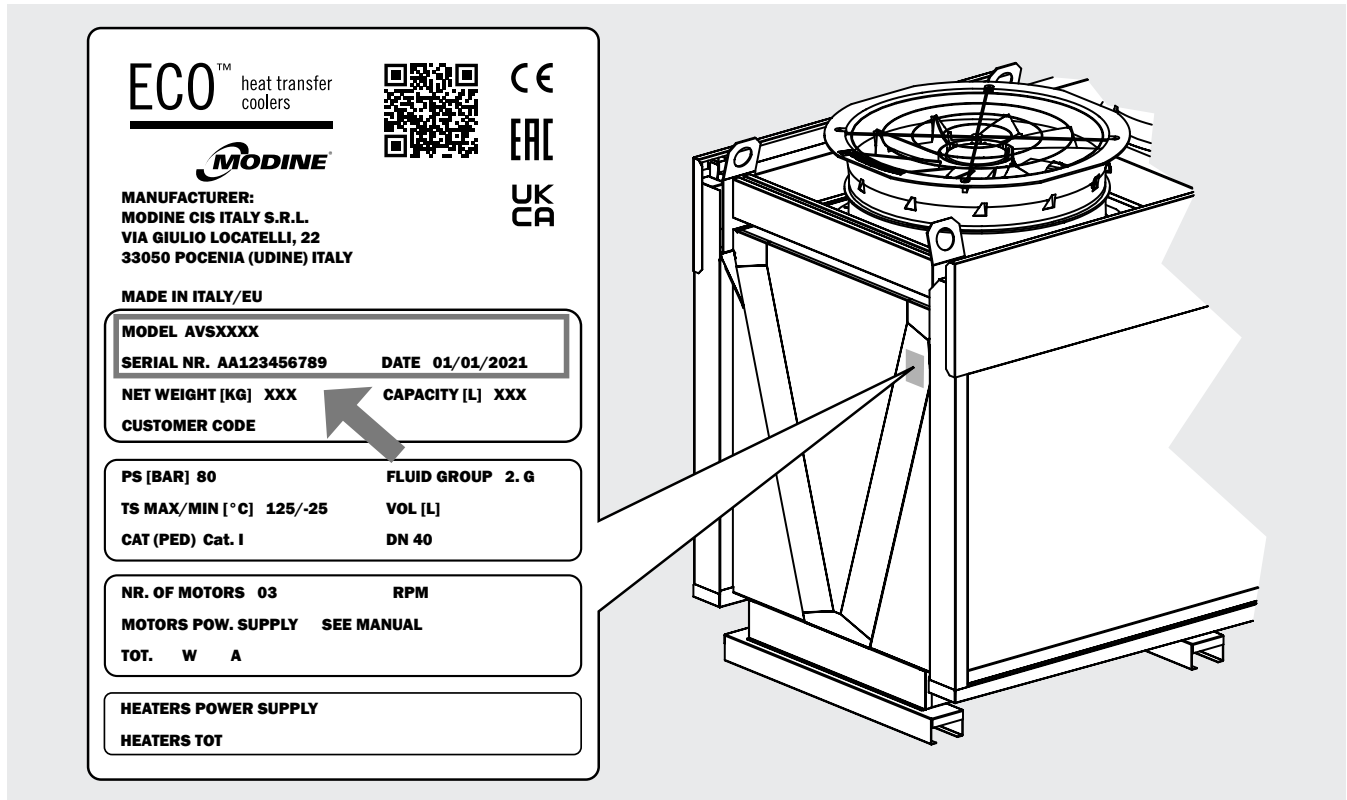

Figura 3
- 3.1 Para cualquier comunicación, pedido de asistencia o repuestos, suministrar el nombre del modelo y el número de serie colocado en la placa de datos, véase la Figura 3.